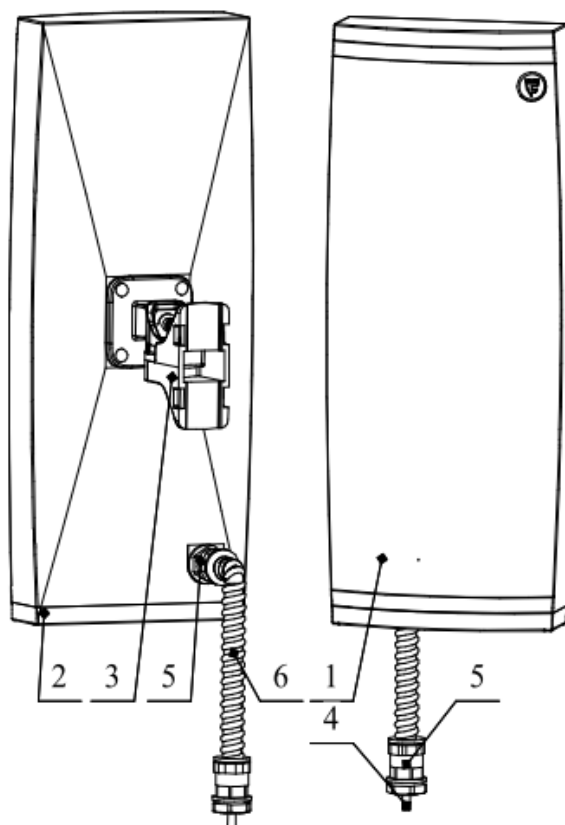

Рисунок 1.4 – Конструкция блока ПРМ-ПРД извещателя «ЗЕБРА-42(5,8)-В»
1.4.2.2 Устройство извещателя «ЗЕБРА-42(5,8)-В» (рисунок 1.4) аналогично устройству извещателя «ЗЕБРА-42(5,8)-Ш».